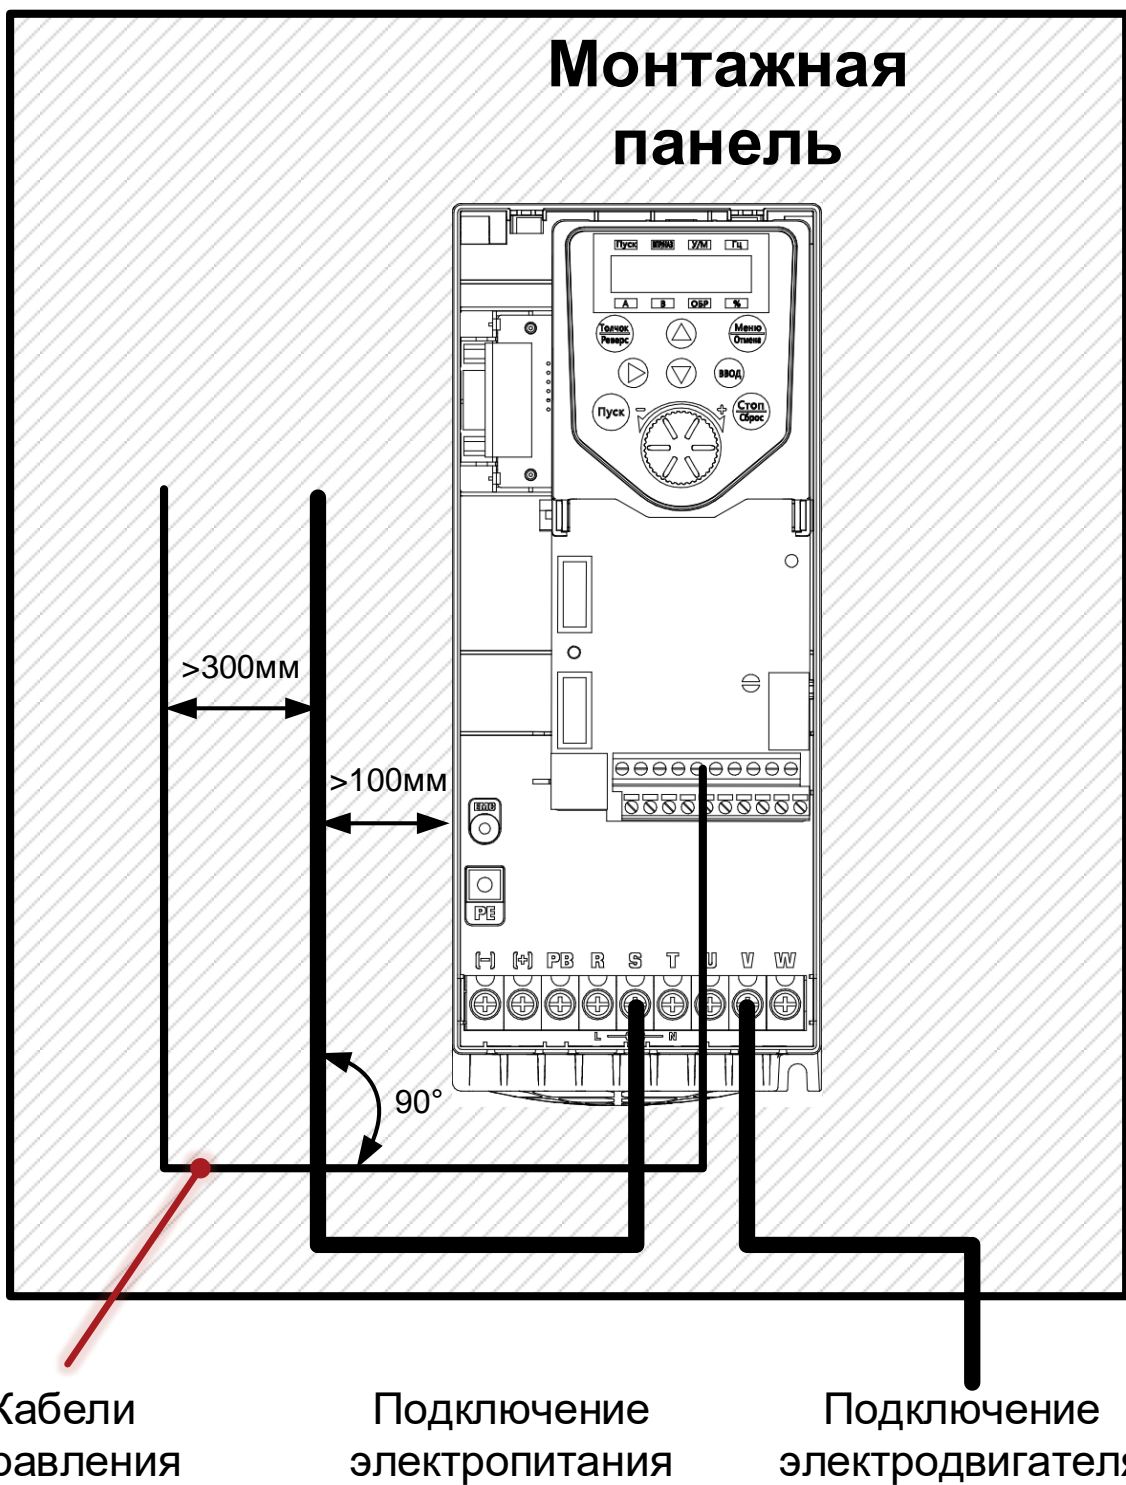

Рисунок 4-8 Схема прокладки силовых и сигнальных кабелей
- Кабели управления по возможности должны прокладываться в отдельном металлическом коробе или на расстоянии не менее 300 мм от силовых кабелей (Рисунок 4-8);